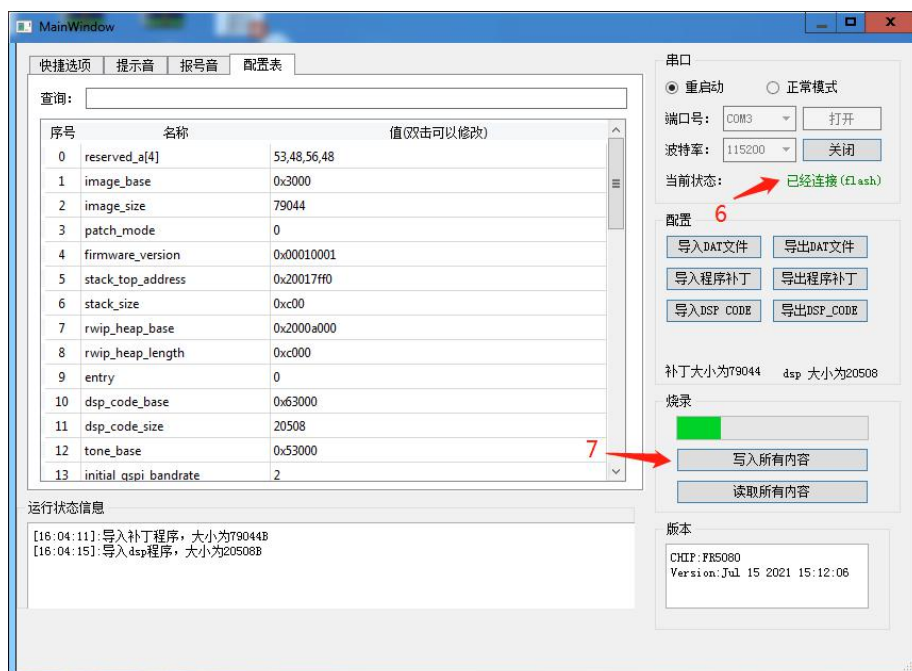

图 6.3
6.3 给 FR5086D 芯片供电(3.0~4.2V)或者先供电按复位键，烧录工具显示已连接(Flash),点击写入所有内容，软件开始烧录，烧录完成后提示烧录成功。如图 6.3